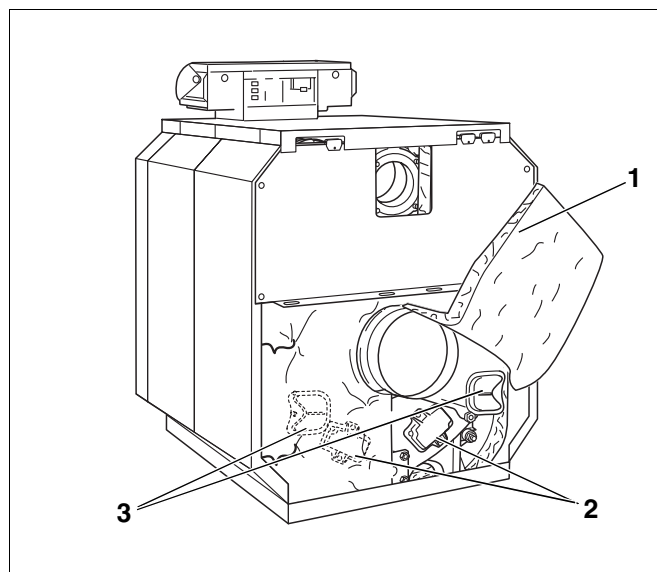

Fig. 75 Demontarea capacelor de curățare
- Se scoate agrafa de sub stuțul gazelor de evacuare, termoizolația se rabate în sus și se agață cu agrafa (fig. 75, **poz. 1**).
- Se îndepărtează capacele gurilor de curățare de pe elementul posterior (fig. 75, **poz. 2**) și de pe colectorul gazelor de evacuare (fig. 75, **poz. 3**).